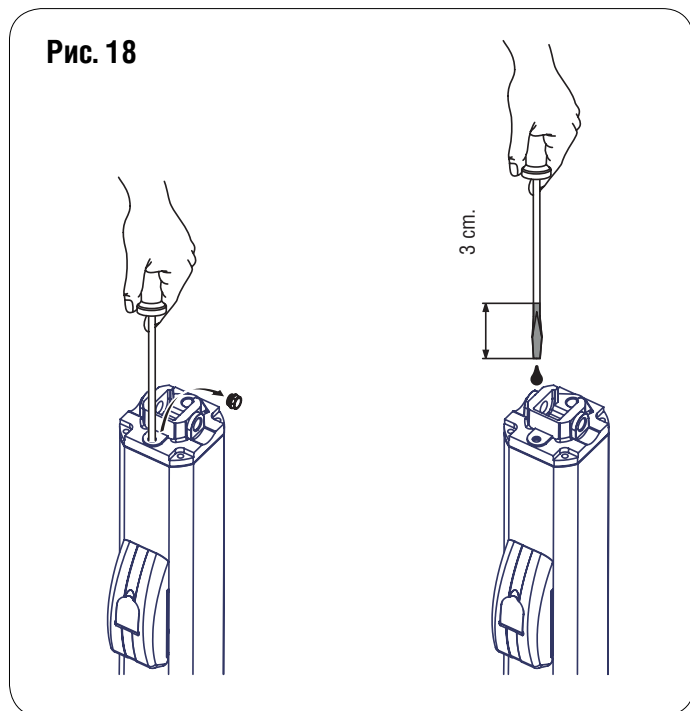

Рис. 18
- Вставьте отвертку до упора, как показано на Рис. 18
- Извлеките отвертку и проверьте уровень масла, как показано на Рис. 18